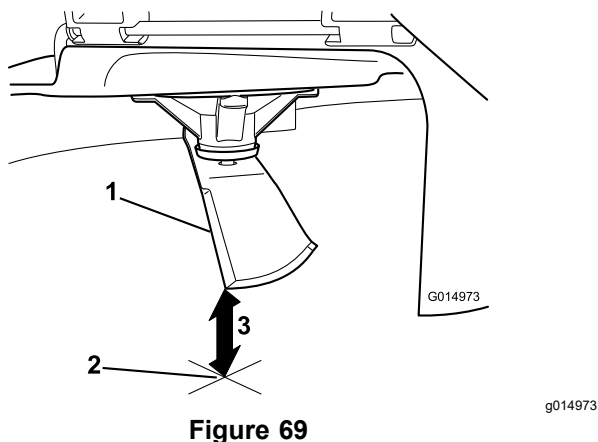

**Figure 69**
5. Mesurez la distance entre la pointe de la lame et la surface plane (Figure 69).